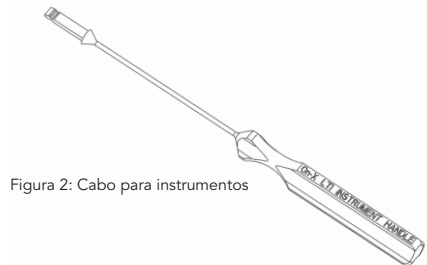

Figura 2: Cabo para instrumentos
**Cabo para instrumentos** – O cabo para instrumentos (Figura 2) ajuda a segurar a válvula ou o rotador durante a cirurgia. O cabo para instrumentos é constituído por uma pega, uma haste dobrável e uma ponta.